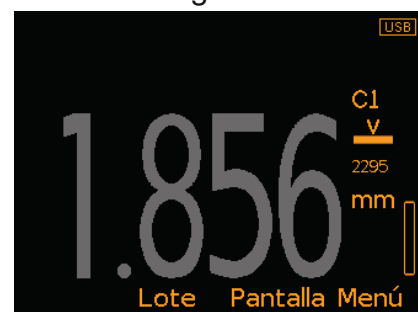

Figura 2
- ▶ El valor de lectura se volverá gris cuando se retire la sonda de la superficie (Figura 2).